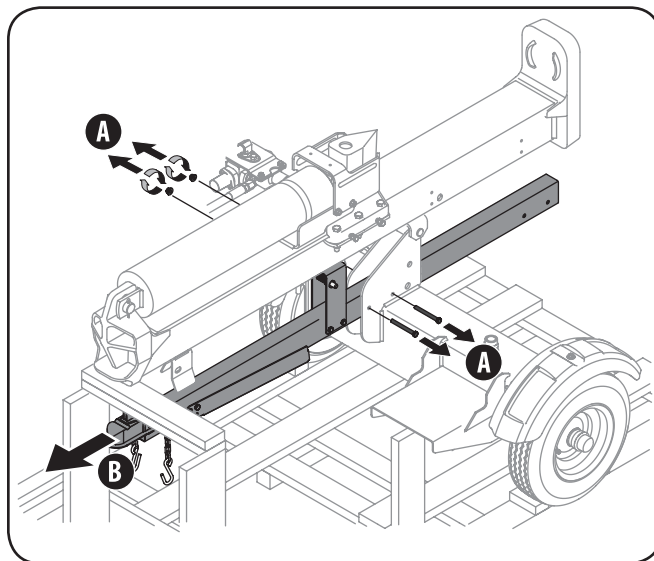
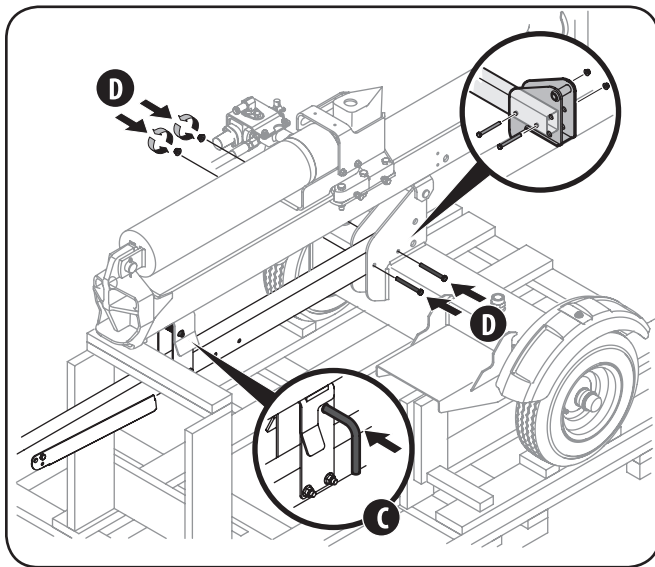

Figura 3-2
Figura 3-3
A los fines del envío, se sujeta el tubo de la lengüeta al bastidor de la máquina rompetroncos cerca del centro. Para reubicarlo, consulte la Figura 3-2 y la Figura 3-3 y proceda de la siguiente manera:
3. Tire del bloqueo de vigueta hacia afuera, debe quedar alineado con el orificio del soporte de la vigueta y suelte el bloqueo de la vigueta. Vea la Figura 3-3.
4. Sujete el tubo de la lengüeta al bastidor reinstalando los dos tornillos hexagonales de tres pulgadas que extrajo previamente y sujetando firmemente con las dos tuercas de seguridad con brida. Consulte la Figura 3-3.